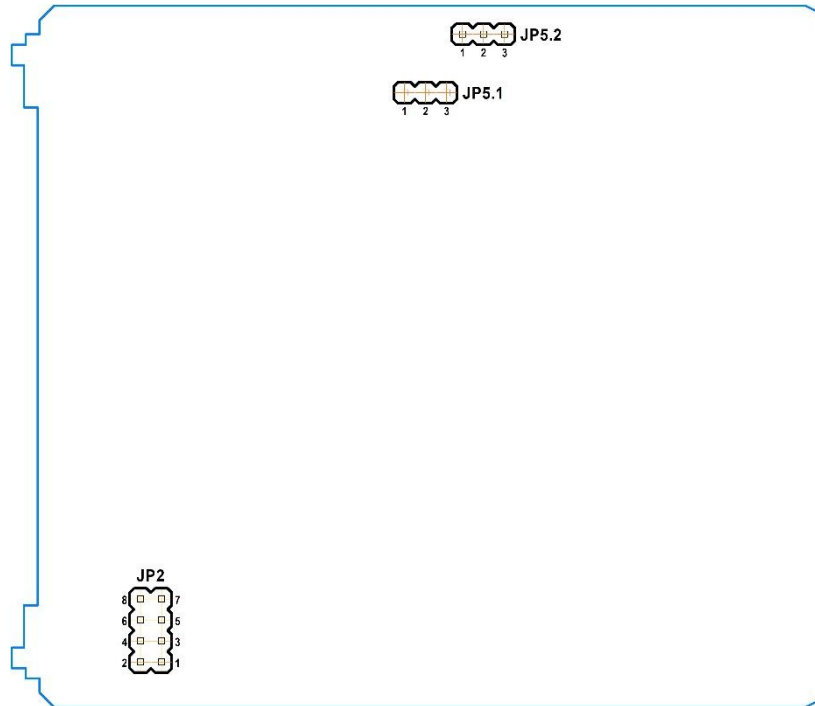

Рисунок 4.4 – Положення перемичок на платі входів
Надалі по тексту посібника з експлуатації йде посилання на параметр із таблиці параметрів регулятора у вигляді XX.YY (наприклад 11.01), де XX – номер РІВНЯ, а YY – номер параметра (див. рисунок 4.3 – номер рівня та рисунок 4.4 – номер параметра).
- положення переминок на платі процесора (встановленої всередині регулятора) – див. рисунок 4.4.